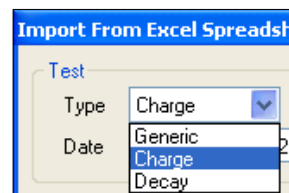

図 59: Test Type ウィンドウ
4. “**Type**” (図59)のウィンドウを開き **Test Type** を選択します。一度インポートされると、PGA-710セッションウィザードは、指定されたタイプに応答します。